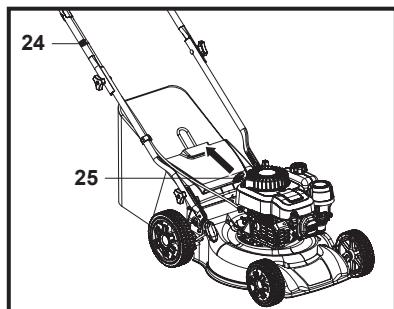

Fig. 11
2. Trage ușor de mânerul demarorului cu recul (25) până când simți rezistență, apoi trage-l rapid. Repetă manevra până când motorul pornește (Fig. 11).